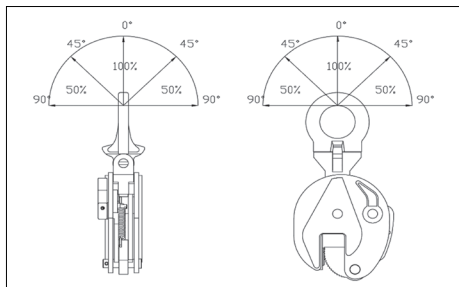

Fig. 9
**ATTENTION:** En cas de tirage en angle, la charge maximale d'utilisation doit être réduite en conséquence selon le diagramme de la Fig. 9.